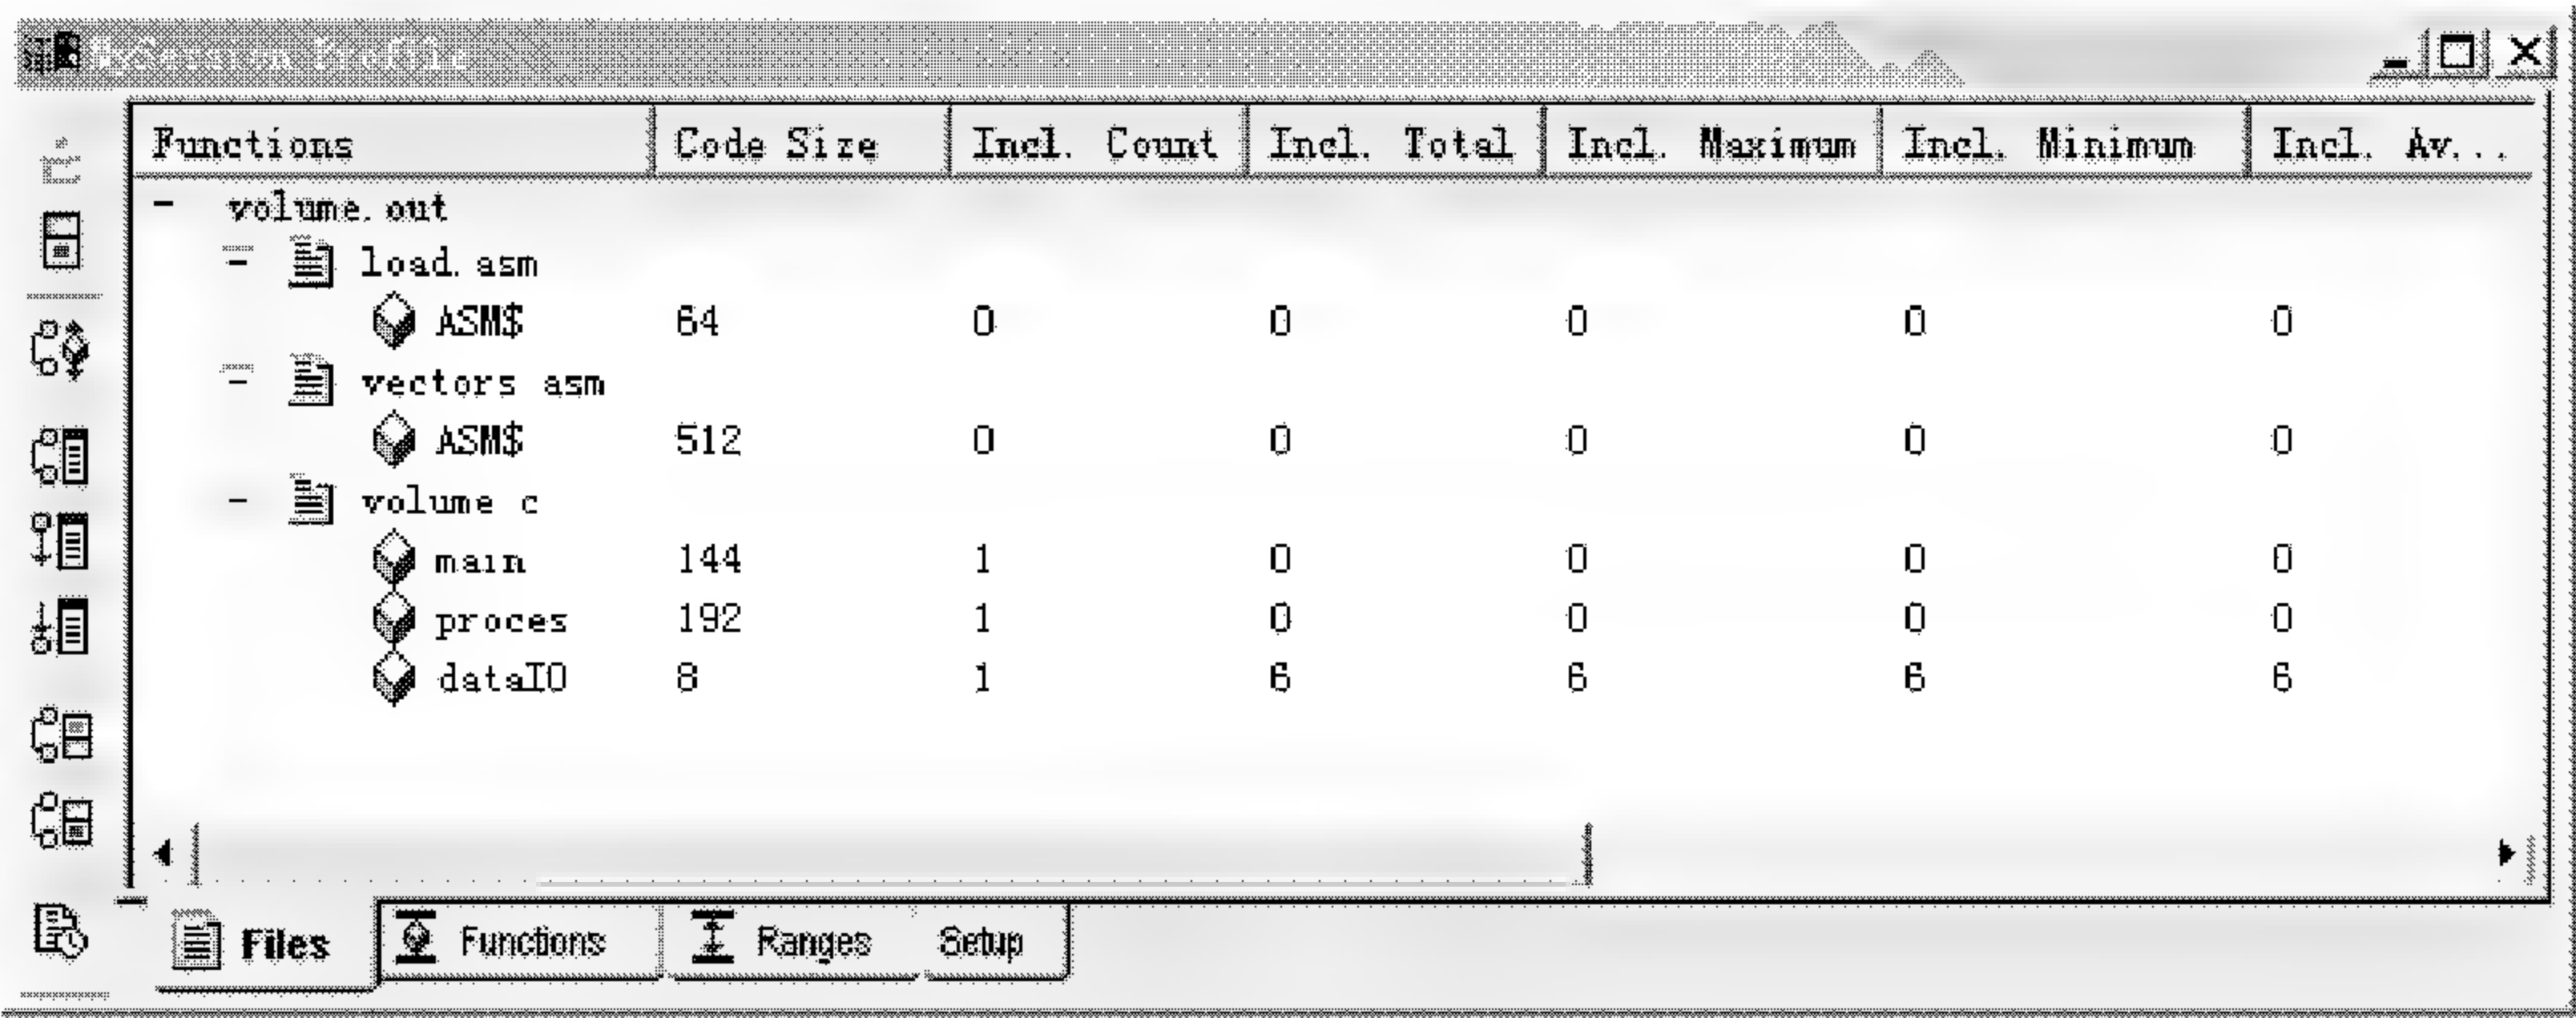

图 3.26 Profiler 统计结果观察窗口
(1) 选择 Profiler → Start New Session, 开始新的性能统计任务,在 Profiler Session Name 对话框中输入此次性能统计任务的名称。
(2) 点击 OK,退出 Profile Session Name 对话框,同时打开一个统计结果观察窗口(MySession Profile),如图 3.26 所示。